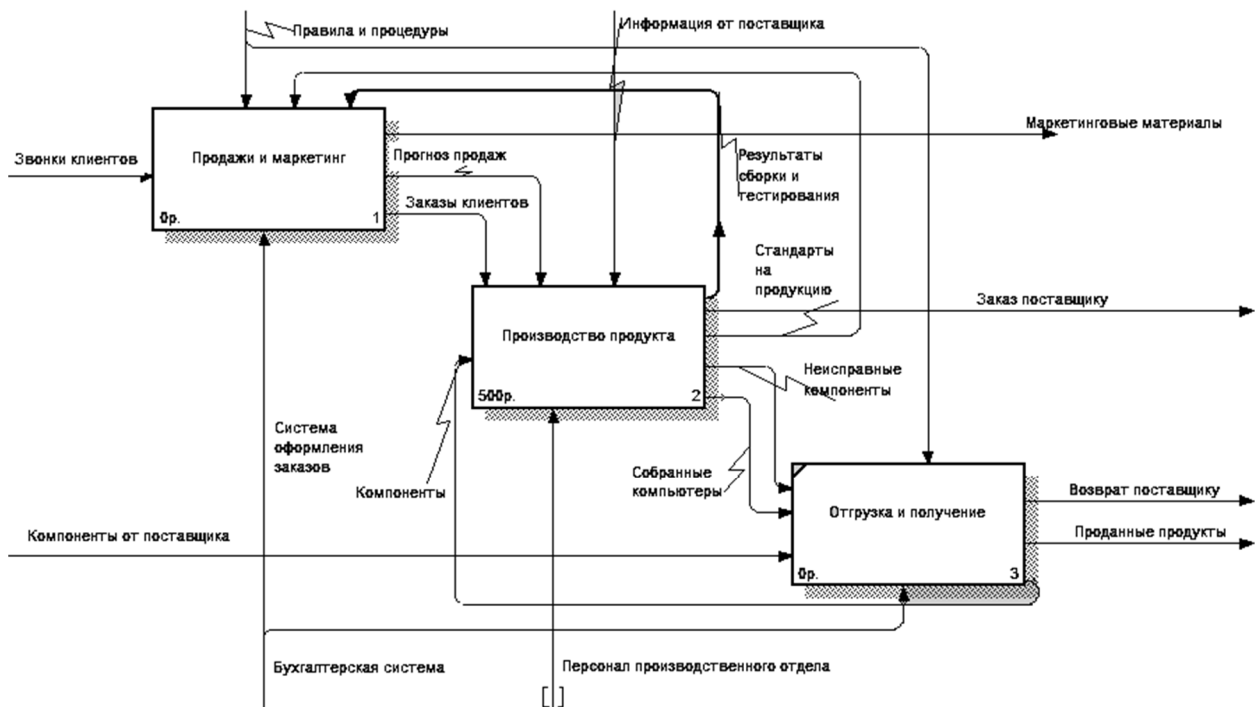

Рис. 33. Дочерняя диаграмма главной модели
10. Расположите стрелки как на рис. 33.